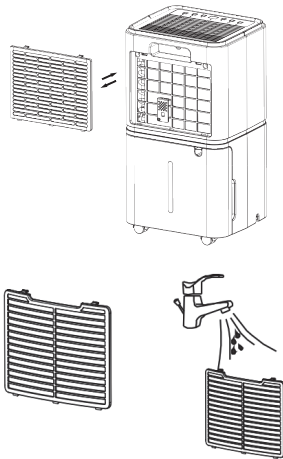

Рис. 5
10. Чистка фильтра (Рис. 5). Достаньте фильтр, промойте его в мыльной воде, прополощите в чистой воде, высушите и вставьте на место. В среднем, необходимо проводить чистку фильтров не реже чем раз в две недели при постоянном использовании. Иначе производительность прибора может снизиться.